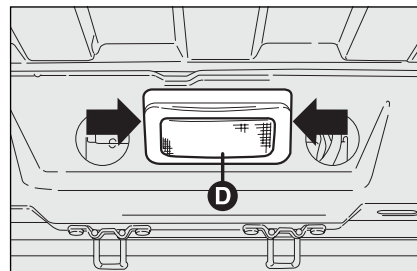
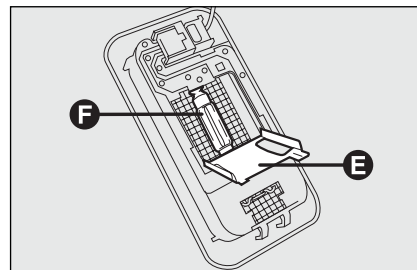

fig. 36
fig. 37
- verwijder het plafondlampje **D-fig. 36** op de door de pijlen aangegeven punten;
- open het beschermdeksel **E-fig. 37**;
- maak de lamp **F-fig. 37** los uit de veercontacten aan de zijkant en vervang hem; controleer of de nieuwe lamp goed vastzit in de veercontacten;
- sluit het beschermdeksel **E-fig. 37** en plaats het plafondlampje **D-fig. 36** in de zitting; controleer of het goed geborgd is.